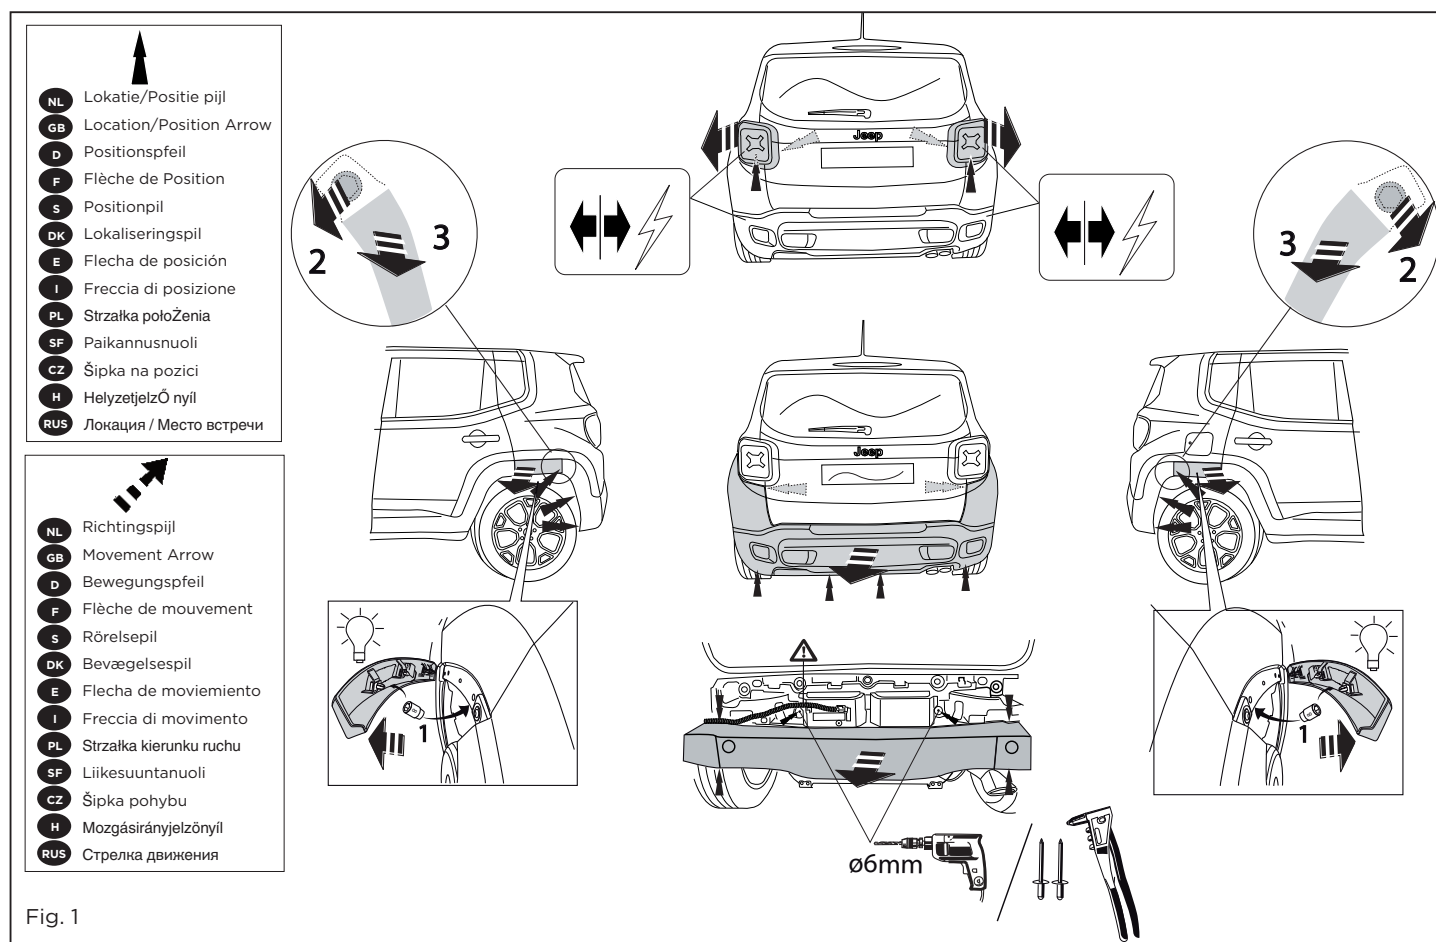

Fig. 1
1. Die Rücklichter abmontieren. Die Stoßstange einschließlich des Stoßbalkens vom Fahrzeug abmontieren. Der Stoßbalken wird nicht mehr benötigt. Siehe Abbildung 1.
1. Demonter baglysenhederne. Demonter kofangeren, inklusive køretøjets stødbjælke. Denne bliver overflødig. Se fig. 1.
1. Снять оба блока задних фар. Снять бампер вместе со буферным брусом автомобиля. Буферный брус больше не понадобится. См. рисунок 1.